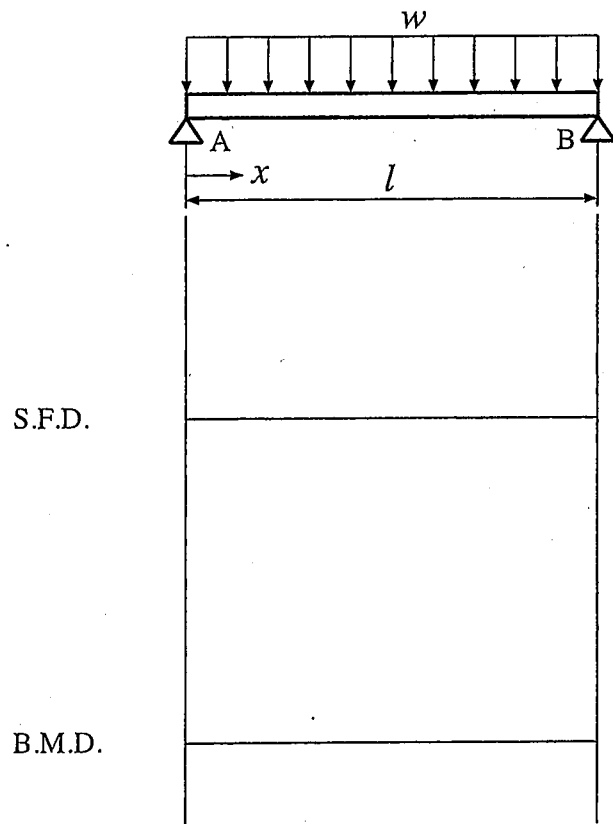

図3-1
- 3 図3-1のように等分布荷重を受ける単純支持はりのせん断力と曲げモーメントを求め、せん断力図(S.F.D.)と曲げモーメント図(B.M.D.)を描け。また、危険断面の位置 x_m と最大曲げモーメント M_{max} を求めよ。